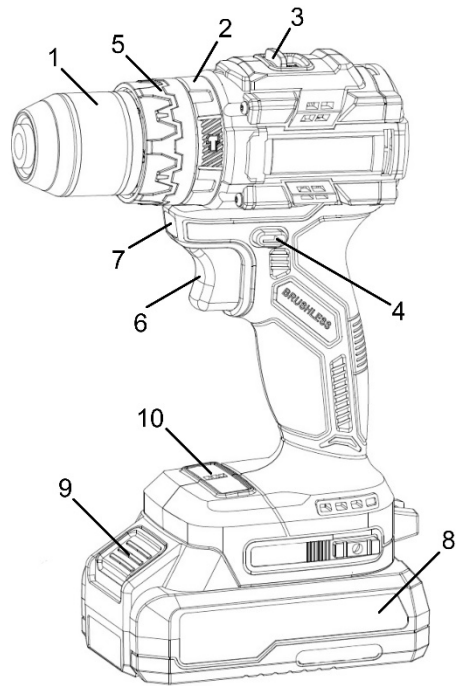
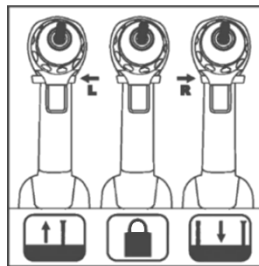

Рисунок 1
Рисунок 2
- щоб увімкнути виріб, натисніть на пускову кнопку (6, рисунок 1) з необхідним зусиллям;
- для вибору необхідного напрямку обертання патрона залежно від характеру виконуваної операції перемістіть перемикач реверсу (4, рисунок 1) в потрібне положення, натиснувши до упору кнопку з відповідним символом (дивіться рисунок 2);
- блокування пускової кнопки (6, рисунок 1) для запобігання випадковому увімкненню електродвигуна виробу, здійснюється переміщенням перемикача реверсу (4, рисунок 1) в середнє (проміжне) положення (дивіться рисунок 2). Блокування необхідно застосовувати при зміні робочого інструмента та під час транспортування (зберігання) виробу.
- перемістіть повзунок механічного перемикача (3, рисунок 1) до упору в положення «1» для вибору швидкісного діапазону 0-430 об/хв або до упору в положення «2» для діапазону 0-1700 об/хв;
4.6.1 Для виконання операцій загвинчування/відгвинчування поверніть кільце вибору режимів роботи (2, рисунок 1) у положення, при якому значок «гвинт» порівняється зі стрілкою на верхній частині корпусу виробу. Потім встановіть необхідний крутний момент, суміштивши вибране значення на кільці регулятора крутного моменту (5, рисунок 1) зі стрілкою на корпусі.
4.6.2 При виконанні технологічної операції «свердління» поверніть кільце вибору режимів (2, рисунок 1) у положення, при якому значок «свердло» порівнюється зі стрілкою на верхній частині корпусу виробу.
4.6.3 При виконанні робіт з буріння пористого бетону або цегляної кладки поверніть кільце вибору режимів (2, рисунок 1) у положення, при якому значок «молоток» порівнюється зі стрілкою на верхній частині корпусу виробу.